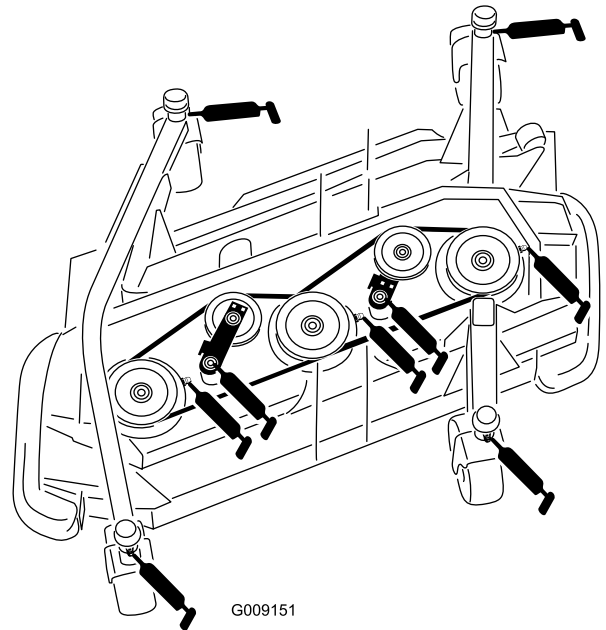

Bild 54
- 4 Laufradgabelbüchsen (Bild 54)
- 3 Spindelwellenlager (im Spindelgehäuse), siehe Bild 54 .
- 2 Spannscheibenarm-Drehbüchsen (die sich auf der die Spannscheibe tragenden Drehgelenkwelle befinden), siehe Bild 54 .